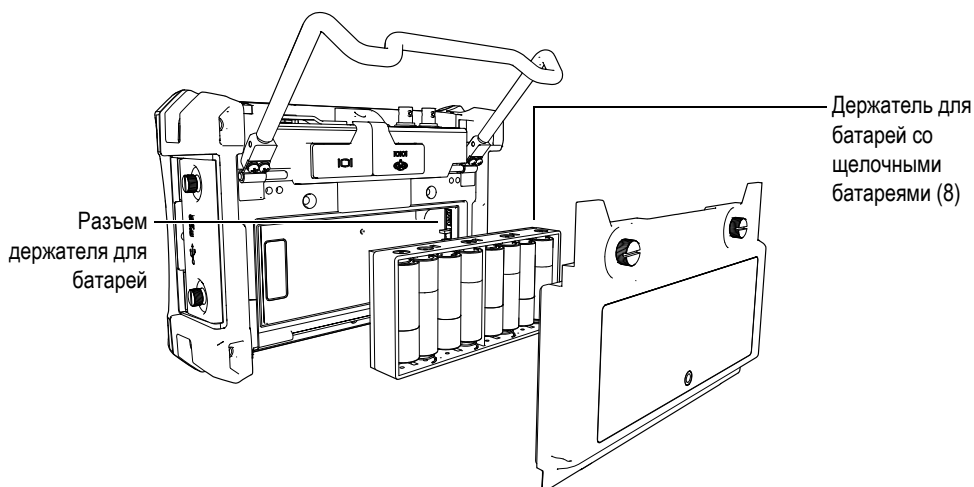

Рис. 1-11 Держатель для щелочных батарей
6. Установить держатель для щелочных батарей в аккумуляторный отсек (см. Рис. 1-11 на странице 26).